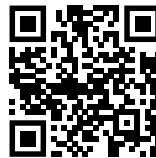

Fig. 151
- ▶ Öffnen sie das Liebherr SmartMonitoring Dashboard. (siehe Fig. 151)